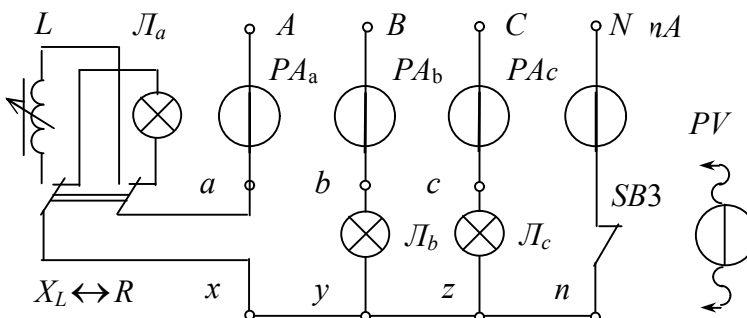

Рис. 16.13
1. Скласти електричне коло (рис. 16.13), під'єднати його до клем штатива А, В, С, N трифазної напруги $\langle 3 \sim 220 \text{ В} \rangle$. Визначити порядок чергування фаз. Для цього в колі (рис. 16.13) замість індуктивної котушки L під'єднати